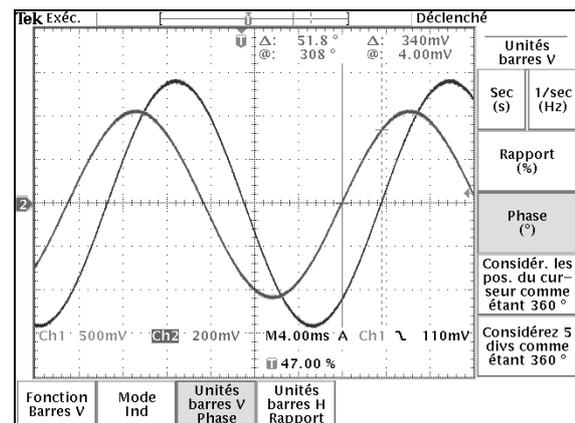

Figure 32 : Mesure du déphasage avec curseurs
- Définir les unités d'une période à 360° (Figure 32)